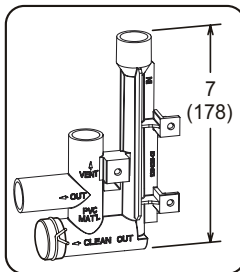

FIGURE 43
Installer le bouchon sur l'ouverture de nettoyage à la base du purgeur. Fixer avec le collier. Voir la FIGURE 43.
- 3 - Installer le purgeur à l'aide des raccords PVC appropriés et sceller tous les joints. Coller le purgeur fourni comme illustré à la FIGURE 43. Acheminer le conduit de condensat jusqu'à un drain ouvert.